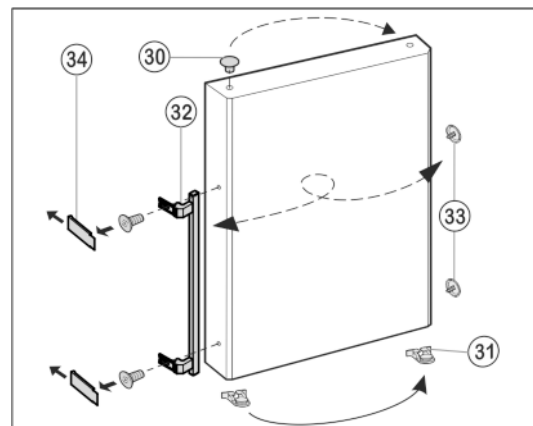

Fig. 12
- ▶ Čepe Fig. 12 (30) vzemite iz puše ležaja vrat in jih prestavite.
- ▶ Ročaj *Fig. 12 (32)*, čepe *Fig. 12 (33)* in potisne plošče* *Fig. 12 (34)* odstranite in jih prestavite na drugo stran.